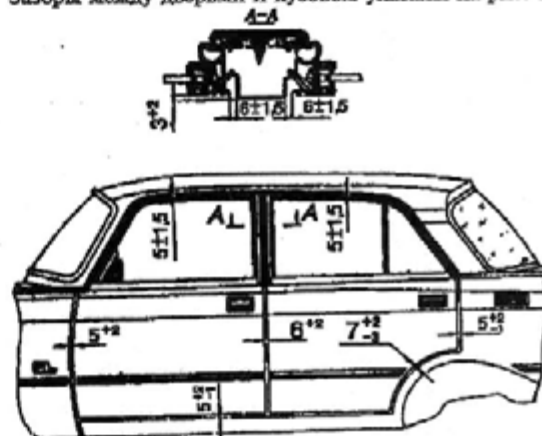

Рис. 318. Схема зазоров дверей кузова
Зазоры между дверью и кузовом указаны на рис. 318.
* В обоих случаях рамка двери должна утопать относительно основной поверхности кузова (средней стойки) на 3—5 мм (см. рис. 318)).